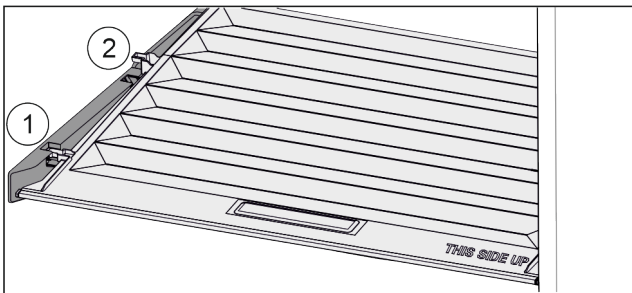

Fig. 58
- ▶ Trageți capacul în față Fig. 58 (1) până la orificiul din piesele suportului.
- ▶ Ridicați în spate de jos și scoateți Fig. 58 (2) în sus.